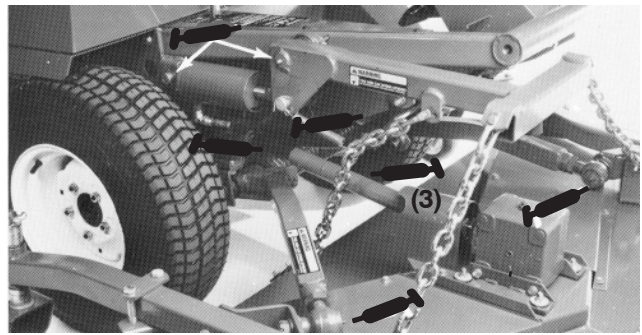

Figure 35
Arbre de PDF et chapes (3) (Fig. 35)
Pivots de bras de levage (Fig. 35)
Rotules de bras de poussée bras et gauche (Fig. 35)